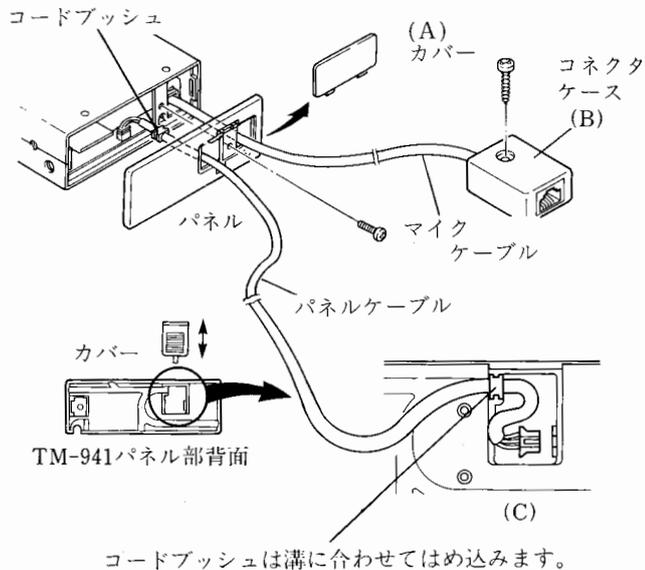

図4
5. PG-4K/4Lに付属のパネルケーブルとマイクケーブルを、コネクタに差し込みます。ストッパーがカチンというまで深く差し込んでください(図4)。
6. PG-4K/4Lの前面パネルを、左の爪を合わせてからはめ込み、バインドねじ(M3×8)でトランシーバー本体に止めます。(図4)
- その後カバーをはめます。(図4-A)
8. マイクケーブルのもう一方のコネクタ・ケースにマイククロホンを接続します。コネクタ・ケースは、付属のねじ(M3×25)で固定してください。(図4-B)
9. パネルケーブルのもう一方の端は、パネル部背面のカバーの内側でコネクタに接続されています。カバーを外して、PG-4K/4Lのパネルケーブルと差し換えます。(図4-C)